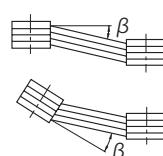

図 5-3
- 両ブーリ間の平行度、偏心度 $\beta$ は  $20'$  以内としてください。(図 5-3 参照)